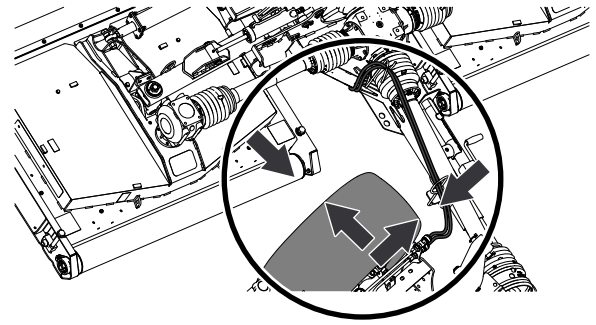

Figure 37
3. Dans le virage, vérifiez l'écart entre la roue du véhicule tracteur et les composants de la tondeuse (Figure 37).